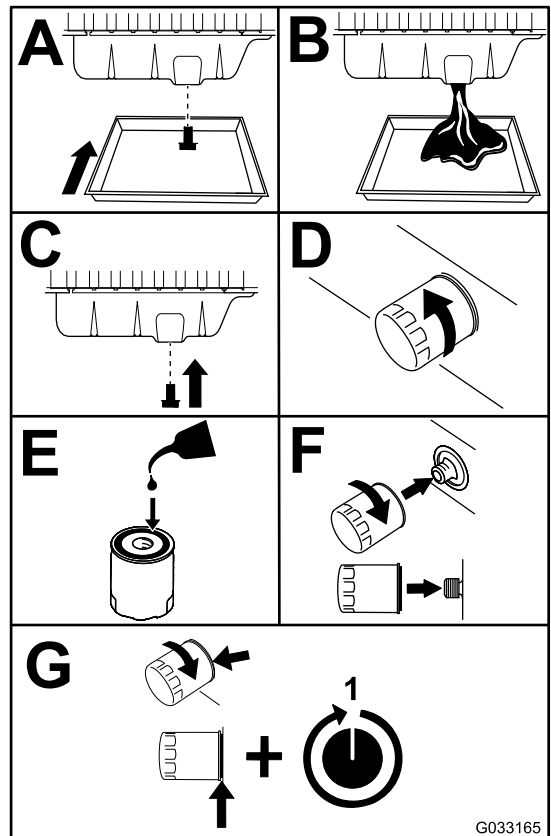

Bild 50
3. Tauschen Sie das Motoröl und den Motorölfilter aus (Bild 50).